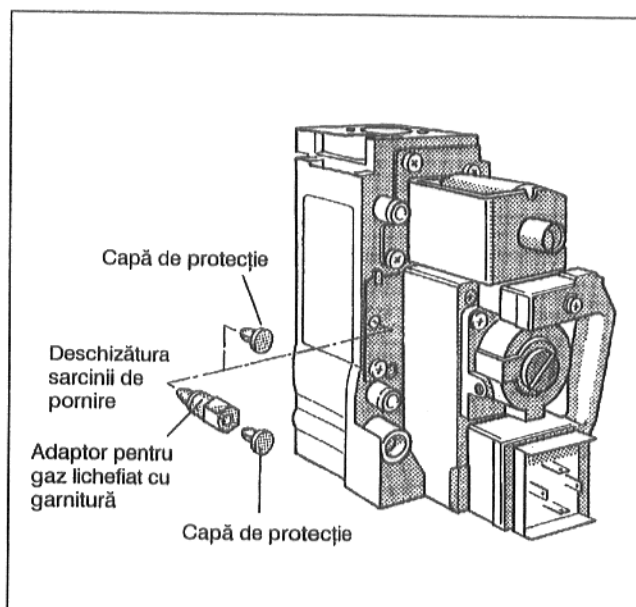

Fig. 36: Armătura arzătorului de gaz "Honeywell" VR 4601 C/CB
- La schimbarea pe gaz lichefiat se îndepărtează capa de protecție de pe deschiderea sarcinii de pornire iar adaptorul pentru gaz lichefiat (simbolul: 230) se înșurubează cu garnitură inelară. Dacă adaptorul pentru gaz lichefiat nu este prevăzut cu o capă proprie de protecție, se așează capa deschiderii sarcinii de pornire pe adaptorul de gaz lichefiat (Fig. 36).
La schimbarea pe gaz metan se scoate afară adaptorul iar capa de protecție se așează pe deschizătura sarcinii de pornire (Fig. 36).